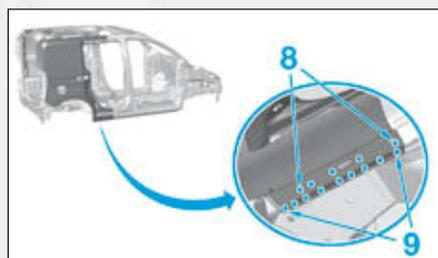

FIG. 158
- par points bouchons MAG en (8) et par points électriques en (9), puis meuler les points de soudure (Fig.158),